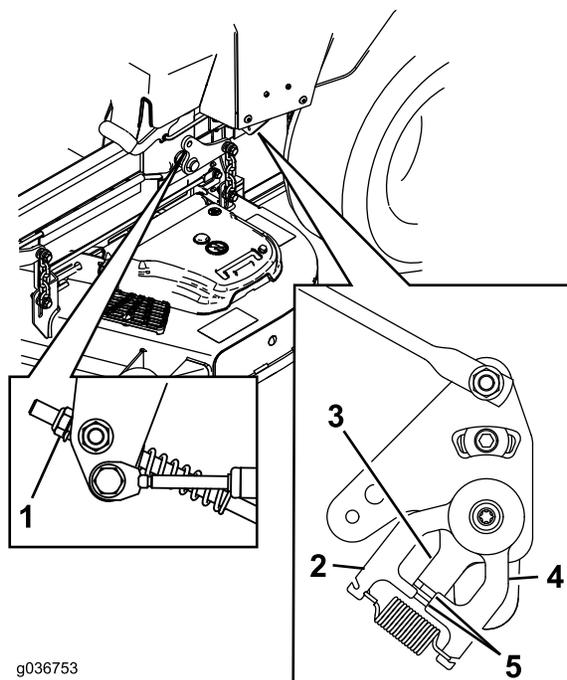

Рисунок 68
11. Отрегулируйте длины штоков управления насосами, повернув гайки в соответствующих направлениях так, чтобы колеса немного медленно вращались в обратном направлении (**Рисунок 68**).